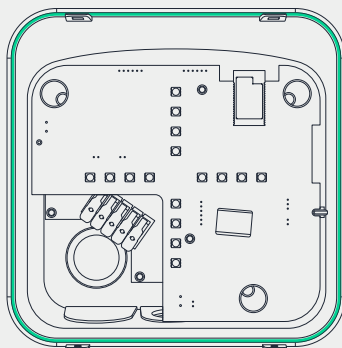

Fig. 9 - Guarnizione in gomma
18. Controllare che la guarnizione in gomma montata sul bordo interno dell'involucro sia saldamente in posizione. **(Fig. 9)**